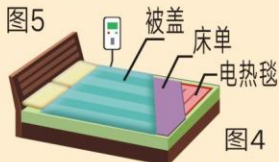

图4
- 4、在电热毯面上只铺上床单，将被盖平铺盖在床单上。通电时，电热毯上不能放置有折叠的被盖等厚重物品。图4